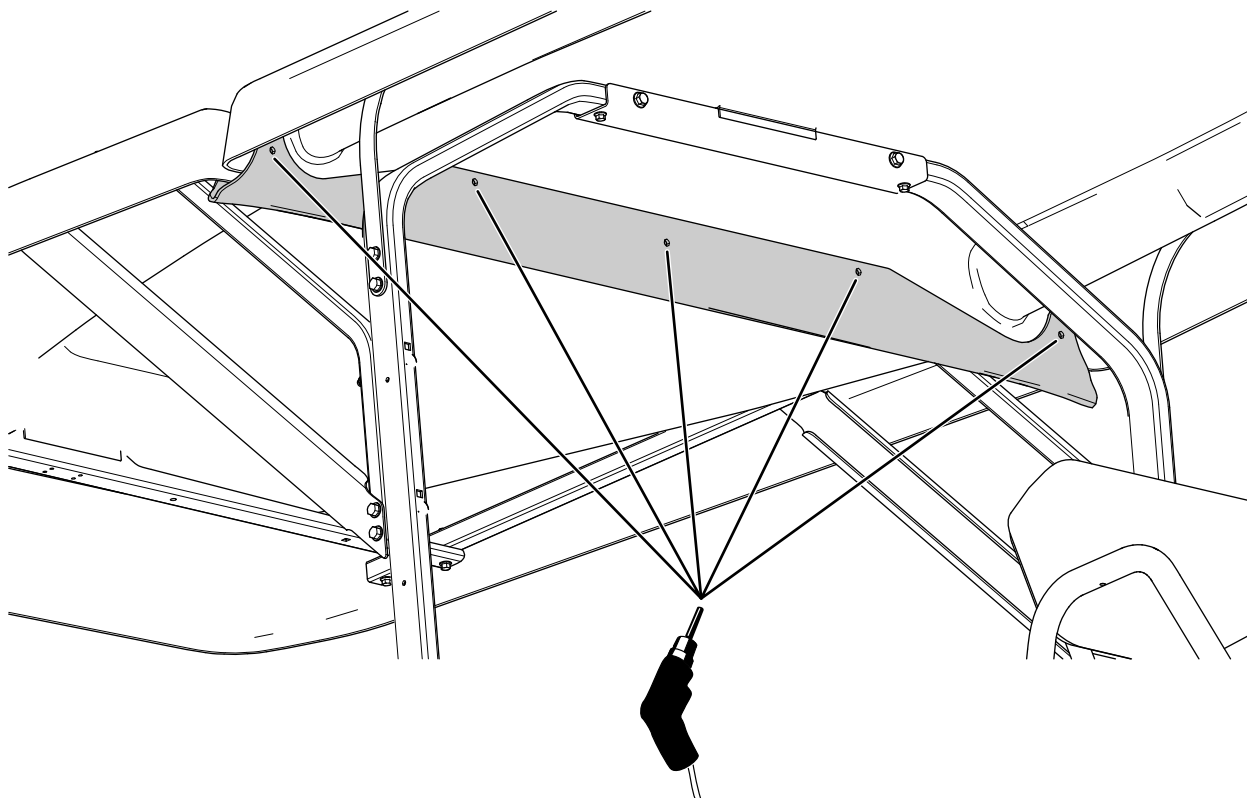

Bild 9
2. Bohren Sie fünf Löcher (6,4 mm) in das vordere Sonnendach, nehmen Sie hierzu die Regenrinne als Schablone (Bild 9).